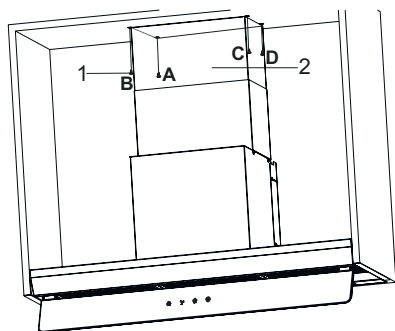

Fig. 21
- 7.** ➔ Tirare la canna fumaria interna fino alla parte superiore dell'armadio (Fig. 21).
Utilizzando le 4 viti di connessione attraverso i punti di A, B, C, D si punta verso l'armadio della cucina (Fig. 21).